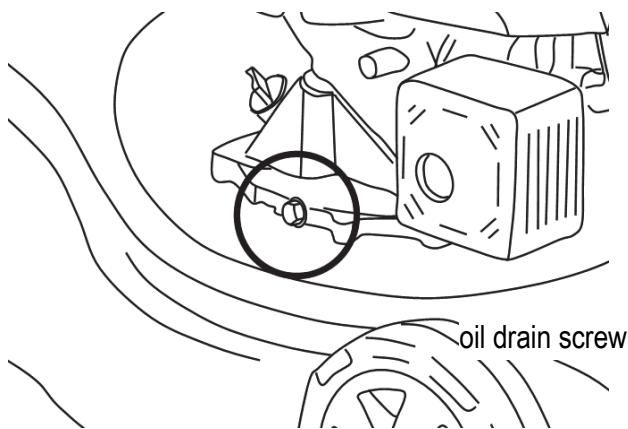

Fig.16
2. Allentare la vite di drenaggio dell'olio con una chiave esagonale e rimuoverla (Fig. 16).